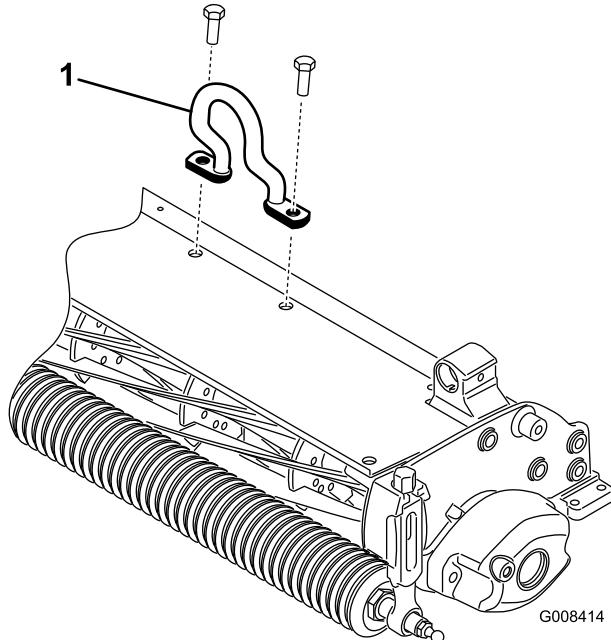

Figure 6
- Montez l'étrier excentré (Figure 6) sur le haut du défeutreur au moyen de 2 vis à tête.